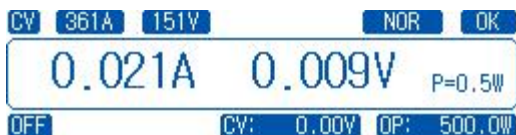

图 3-7 恒压模式工作界面
- 1) 按下 **[CV]** 模式按键, 按键指示灯变亮, 进入恒压模式工作界面, 如图 3-7 所示。